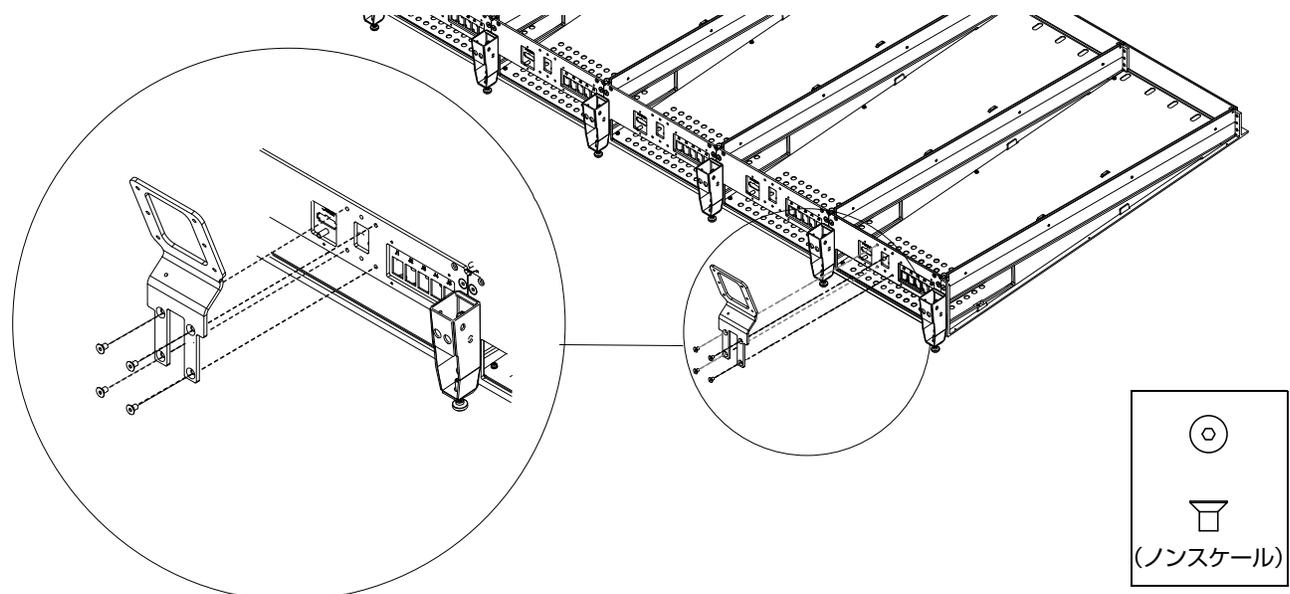

図 26. ディスプレイ・モジュール取り付け用ブラケットを取り付ける
- 2 フラットヘッドの六角留め具を4つ使って、最初のディスプレイ・モジュール取り付け用ブラケットを、各チャンネル・シャーシの背面タイ・プレートの中央にある4つの穴に取り付けます。ブラケットの方向が正しいことを確認してください(図26を参照)。ディスプレイ・モジュール取り付け用ブラケットを、マスター・セクション・モジュールを設置する予定のシャーシに取り付けしないでください。